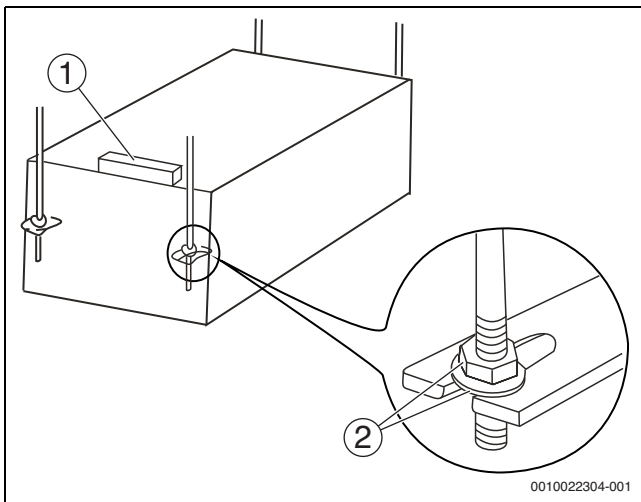

Fig. 16
4. Utiliser un niveau à bulle pour vérifier que le corps de l'unité est bien aligné (→ fig. 16). (Ne pas incliner vers le bas du côté où il n'y a pas d'évacuation d'eau. Le mieux est d'incliner vers le côté où l'eau est évacuée.)